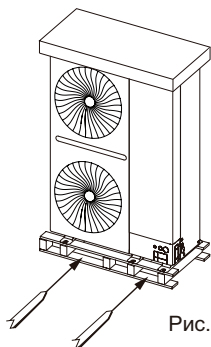

Рис. 2.4
- Чтобы переместить блок с помощью вилочного погрузчика, вставьте вилы в отверстие в нижней части блока, как показано на рис. 2.4.